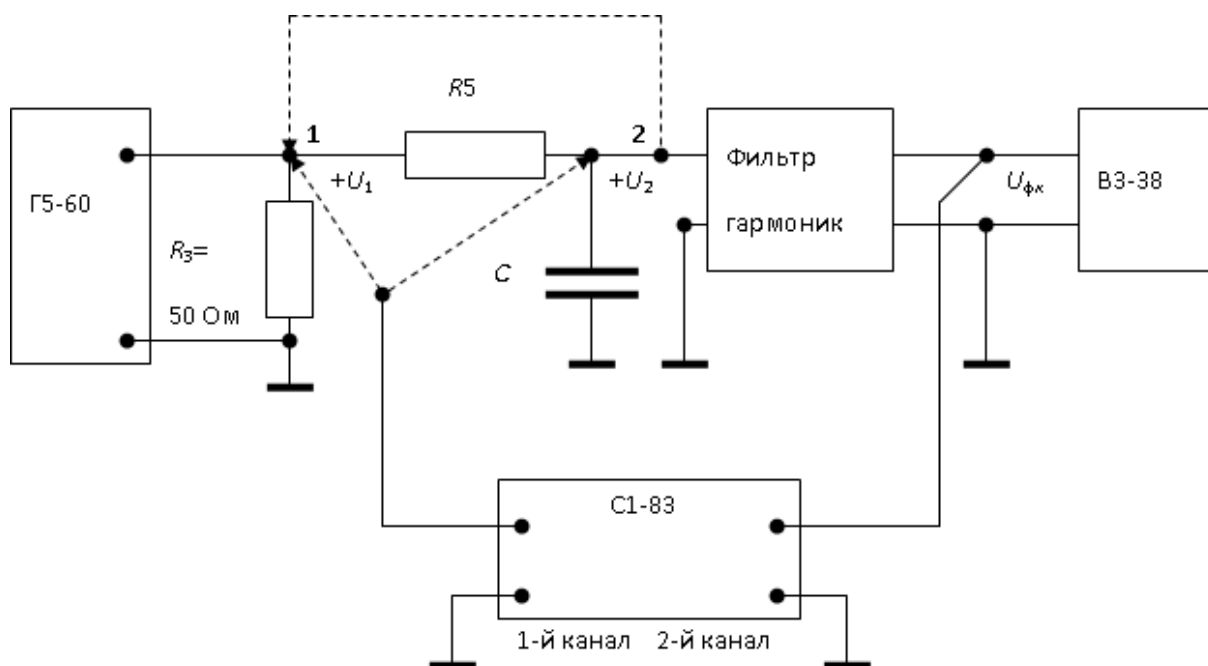

Рис. 5.3
3.2. Соберите цепь по схеме рис. 5.3.
Вход фильтра гармоник, который представляет собой набор высокодобротных колебательных контуров, имеющих кратные резонансные частоты, подключите к выходу генератора Г5-60 (рис. 5.3, клемма 1). К этой же клемме подключите вход 1-го канала осциллографа.